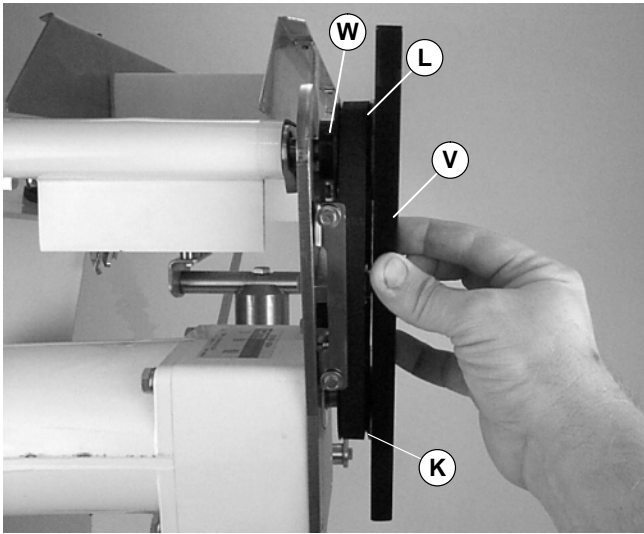

Abbildung 6
6. Mit einem Ausrichtlineal (V siehe Abbildung 6) die Abtriebszahnscheibe (L) mit der Antriebszahnscheibe (K) ausrichten. Die Stellschrauben der Abtriebszahnscheibe festziehen (W).